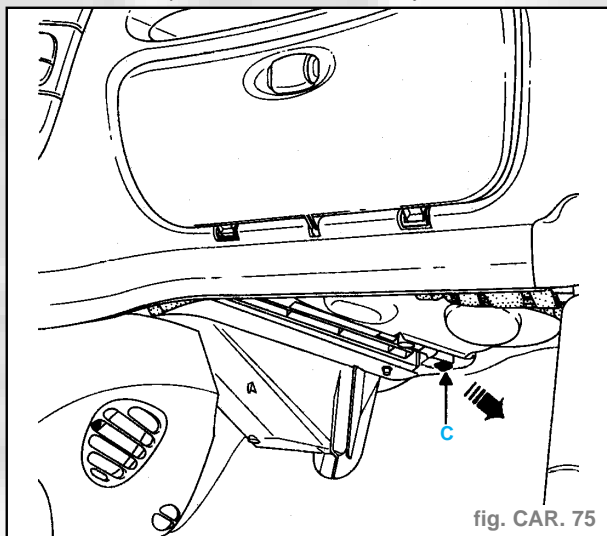

fig. CAR. 75
- Déposer la vis (C) (fig. CAR. 75).